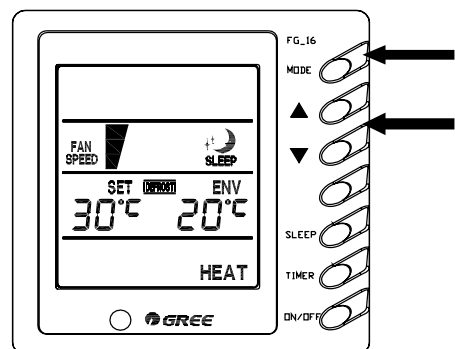

Рис. 5.11
5.3.5 **Режим HEAT.** В режиме «Нагрев» (HEAT) задайте необходимую температуру при помощи кнопок поз. 2 и 3. (рис. 5.11). Если заданная температура (SET) ниже фактической температуры в помещении (ENV), то кондиционер работать не будет.